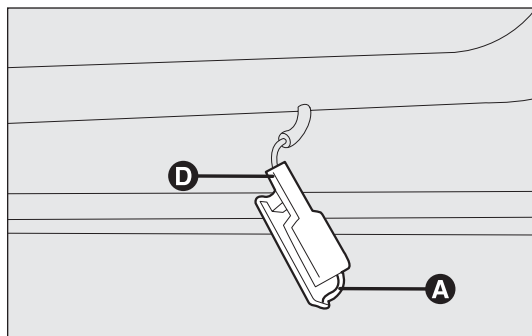

fig. 181
FAROS DE ILUMINACIÓN INFERIOR fig. 181 (para versiones/países donde esté previsto)
- ☐ retire el plafón empujando el muelle A-fig. 181 con un destornillador;
- ❑ vuelva a montar el plafón introduciéndolo primero por el lado D-fig. 181 y, a continuación, presionando el otro hasta oír el “clic” de bloqueo del muelle.